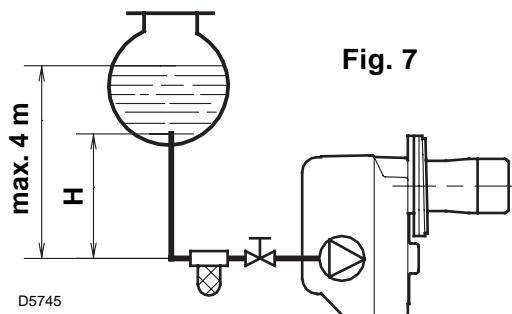
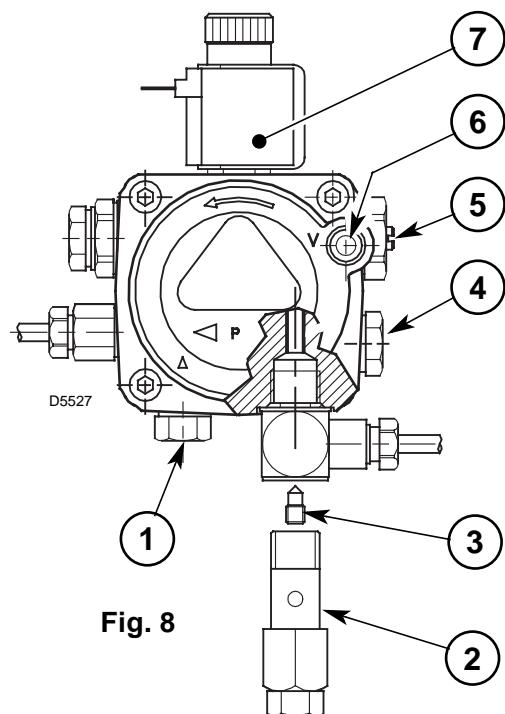

Fig. 7
Fig. 8
- Pumpen er laget for drift med to-rørssystem. Skal pumpen kjøres med ett-rørssystem, må man skru ut pluggen (2), fjerne bypass skruen (3) og så skru tilbake pluggen (2) (se fig. 8).
På system som vist fig. 7, er det tilstrekkelig å løsne pluggen for vakummetertilslutningen (6, fig. 8) og vente til oljen kommer.
Manometeret må monteres i stedet for pluggen (4, fig. 8, side 4).